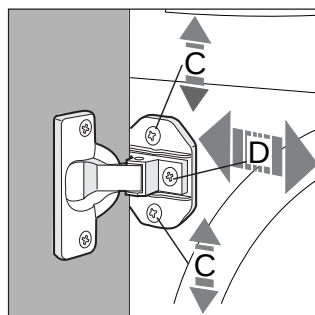

Fig. 7
- Para regular la posición del panel de madera en sentido vertical y horizontal, accionar los tornillos C y D como se indica en la fig. 7.